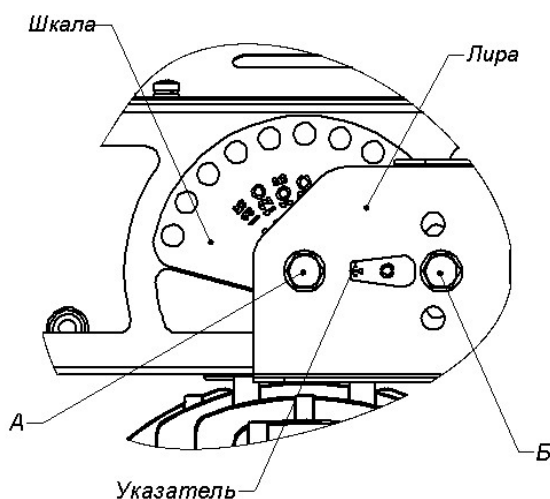

Рис. 2.
5.6 При необходимости проведите юстировку угла наклона светильника. Для этого ослабить крепёжные болты А и Б. Разворачивая светильник в вертикальной плоскости, совместить нужное деление на шкале светильника с указателем на лире и затянуть болты А и Б (см. рис.2)